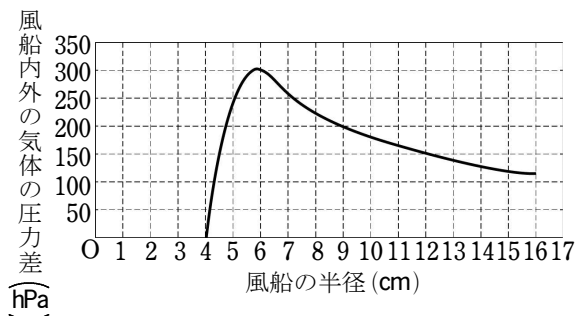

図2 風船の半径と風船内外の気体の圧力差の関係
風船が膨らんでいるとき、風船内部の気体の圧力はゴムによって内側に押されているので気体の圧力は高くなる。風船内外の気体の圧力差と風船の半径について調べたところ、図2のようになった。この結果は、風船外部の気体の圧力や温度に依存しない。
- それぞれの風船が大きくなるか、小さくなるか、変わらないか、また最終的な大きさはそれぞれどうなるか、式や図2のグラフを根拠に理論的に説明せよ。ただし風船の最終的な大きさは厳密な数値を求める必要はなく、(イ)で示されている大まかな範囲がわかればよい。
- 風船A, 風船Bの最終的な大きさをそれぞれ、次から選び、①~⑭の記号で答えよ。